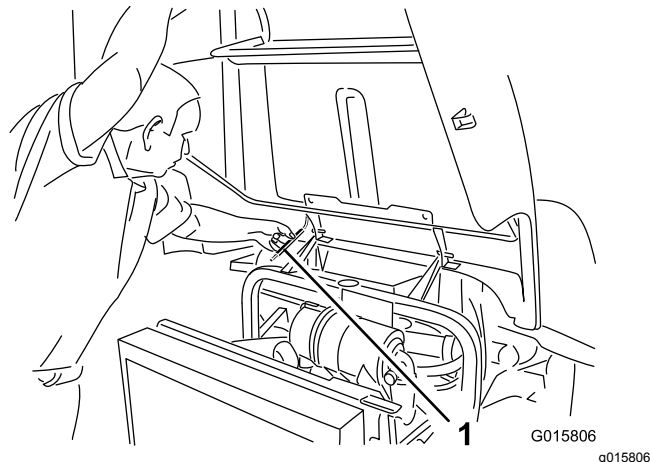

図 64
2. フレームチューブの下に支え棒が入る高さまでフードを持ち上げる図 64。